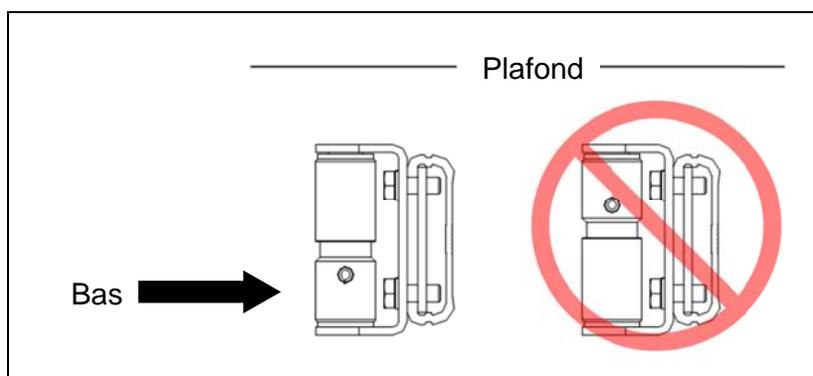

Figure 12
- 3) Insérez l'attache du rail pivotant sur la plaque murale. Assurez-vous que les supports sont placés convenablement (voir Figure 12).